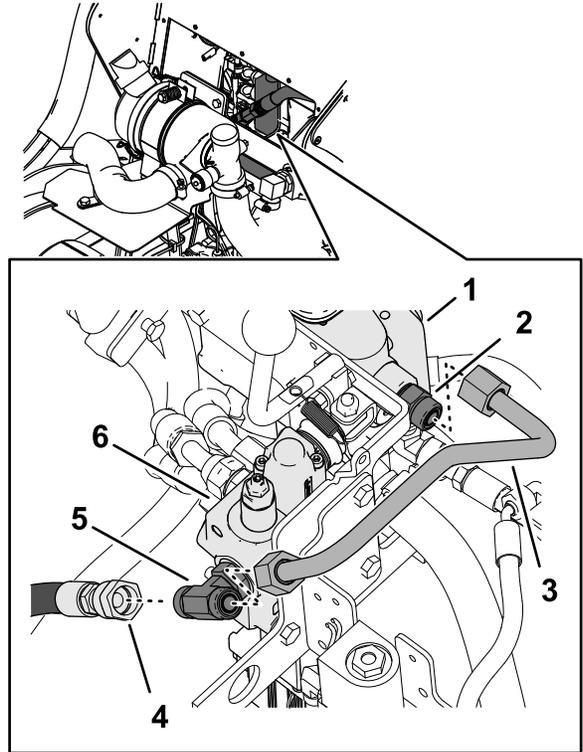

Figura 8
1. Rimuovete ed eliminate il tubo corto illustrato nella Figura 8.
3. Scollegate il flessibile della pompa dal raccordo a T, e collegate il flessibile (Figura 8).